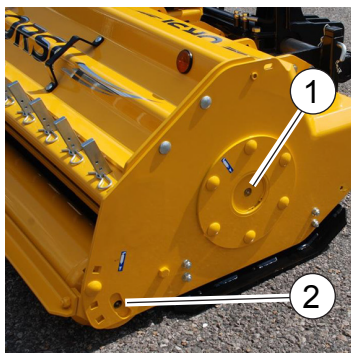
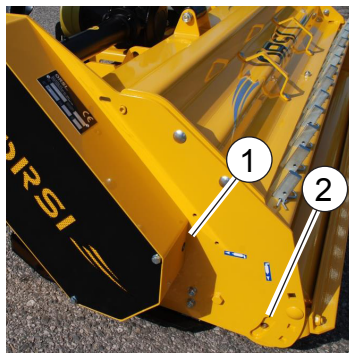

Fig.95
Fig.96
- Ingrassatore sul supporto del rotore (1, "Fig.95", "Fig.96"): 50g.
- Ingrassatore sul supporto del rullo di appoggio (2, "Fig.95", "Fig.96"): 10g.
- Greaser on the support of the rotor (1, "Fig.95", "Fig.96"): 50g.
- Greaser on the support of the roller (2, "Fig.95", "Fig.96"): 10g.
- Engraisseur sur le support du rotor (1, "Fig.95", "Fig.96"): 50g.
- Engraisseur sur le support du rouleau d'appui (2, "Fig.95", "Fig.96"): 10g.
- Schmierer auf die Lagerung des Rotors (1, "Fig.95", "Fig.96"): 50g.
- Schmierer auf die Unterstützung durch die Stützwalze (2, "Fig.95", "Fig.96"): 10g.
- Lubricante en el soporte del rotor (1, "Fig.95", "Fig.96"): 50g.
- Lubricante el el soporte del rodillo de apoyo (2, "Fig.95", "Fig.96"): 10g.
- Bico de lubrificação no suporte do rotor (1, "Fig.95", "Fig.96"): 50g.
- Bico de lubrificação no rolo de apoio (2, "Fig.95", "Fig.96"): 10g.